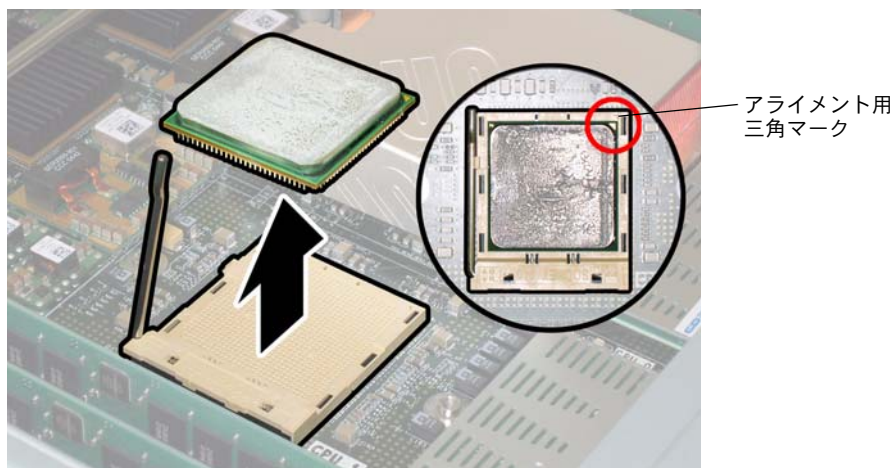

図 3-47 CPU のソケットからの取り外し
- e. レバーを垂直な開位置にしたまま、CPU をソケットから持ち上げます。図 3-47 を参照してください。